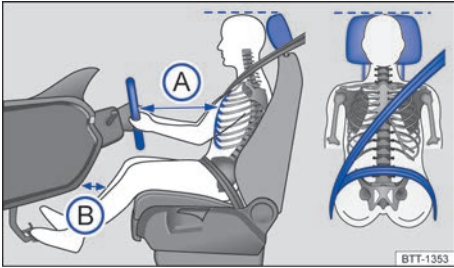

Fig. 1 Distancia correcta entre el conductor y el volante, colocación correcta de la banda del cinturón y ajuste correcto del apoyacabezas.
- Ajuste el apoyacabezas de modo que el borde superior del mismo quede a la altura de la parte superior de la cabeza, pero nunca por debajo de los ojos. Mantenga siempre la parte trasera de la cabeza lo más cerca posible del apoyacabezas → **fig. 1**.